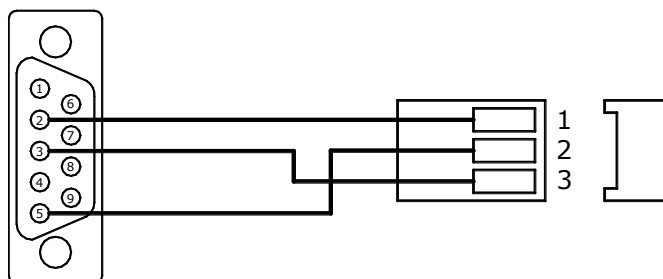
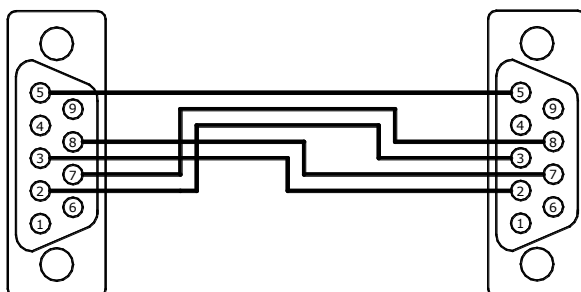

Рис. 7.7
Рис. 7.8
7.6.6 В случае, когда теплосчетчик поставляется с установленным переходным кабелем (см. карту заказа, ПРИЛОЖЕНИЕ А), для считывания данных по интерфейсу RS-232C в ПК необходимо подключить к переходному кабелю, изображенному на рис. 7.7, нуль-модемный кабель (см. рис. 7.8).